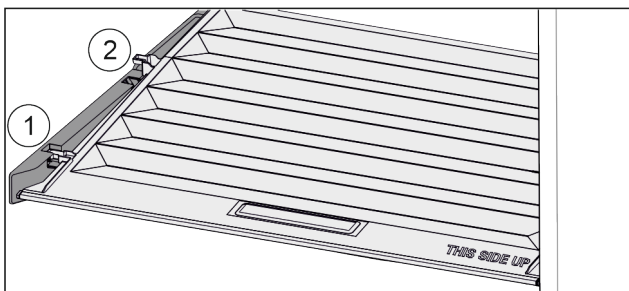

Fig. 111
- ▶ Tirer le couvercle vers l'avant jusqu'à dans l'orifice des pièces de retenue Fig. 111 (1).
- ▶ Le soulever par le bas à l'arrière et le sortir par le haut Fig. 111 (2).